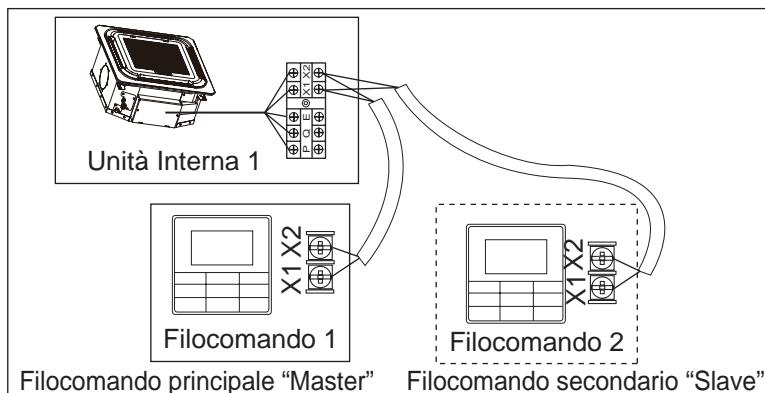

Fig. 6.7
- Utilizzare 1 Filocomando per il controllo di 1 Unità Interna, oppure 2 Filocomandi (1 principale “Master” e 1 secondario “Slave”) per il controllo di 1 Unità Interna (vedi Fig. 6.7).